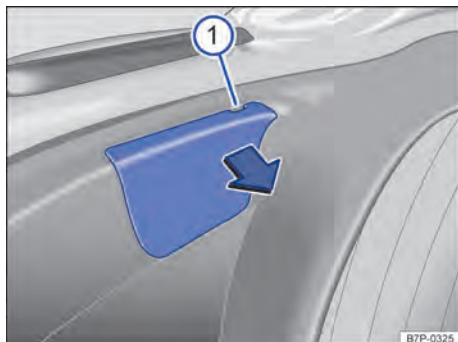

Fig. 297 Na tampa do compartimento de bagagem: retirar a cobertura.
3.	Com a lâmina da chave de fenda das ferramentas de bordo, levantar cuidadosamente a cobertura no entalhe ⇒ Fig. 297 ①.